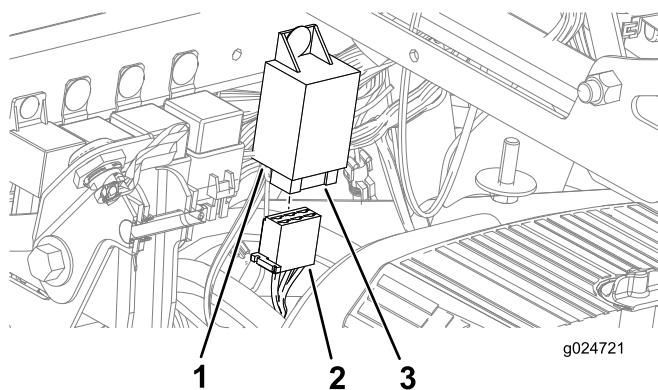

Figure 34
1. Acheminez la branche du faisceau dotée du connecteur à 6 douilles jusqu'au connecteur à 6 lames du module des clignotants (Figure 34).